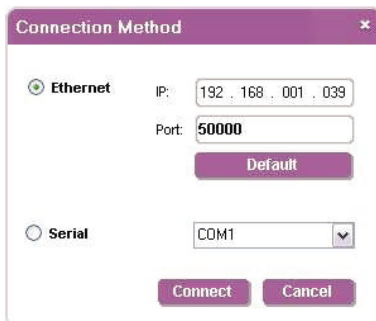

Рис. 15. Окно Connection Method
1. Щелкните на кнопку Connect (Соединение). На экране появится окно Connection Method (Способ подключения), как показано на рис. 15.